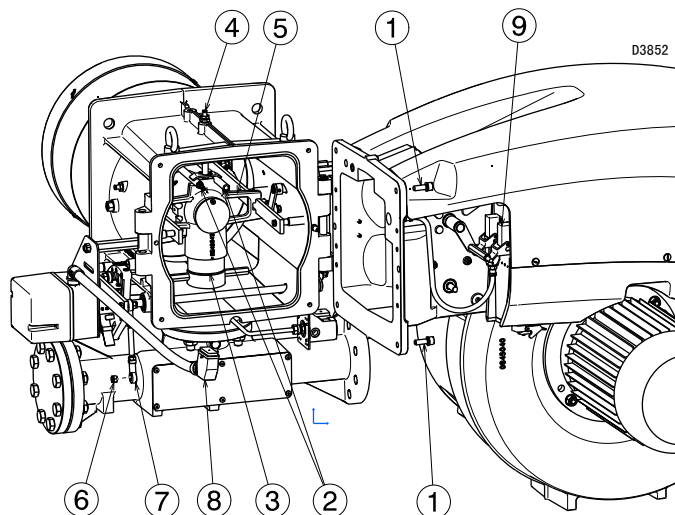

图 12
- 卸下自锁螺母 6 (图 12) 并脱开拉杆 7。
- 打开燃烧器的铰链，如图 12 所示。